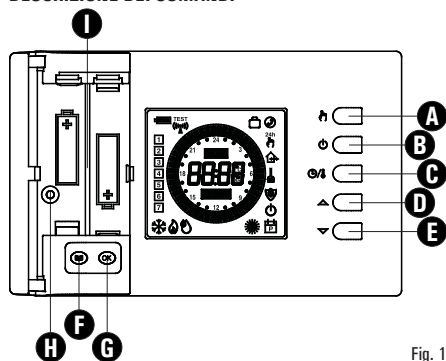

Fig. 1
- 6 Inserire le batterie nel vano batterie (I di Fig. 1); vedi paragrafo 'INSERIMENTO/SOSTITUZIONE BATTERIE'.